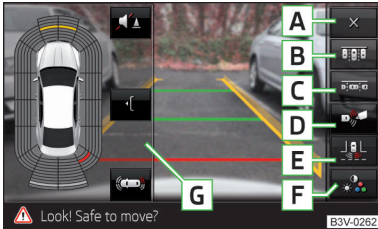

Abb. 186
Funktionstasten » Abb. 186
- Die Funktionstaste **C** » Abb. 186 auf Seite 160 betätigen.